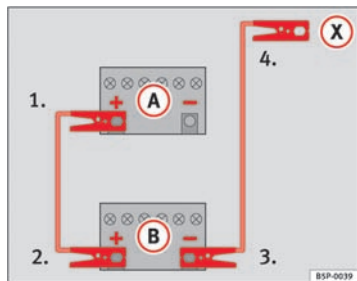

Fig. 247 Schéma de branchement des câbles de démarrage
Sur la \Rightarrow fig. 247, la batterie déchargée est repérée par la lettre **A** et la batterie fournissant le courant par la lettre **B**.
1. Raccordez une extrémité du câble de démarrage rouge à la borne positive \Rightarrow fig. 247 \oplus du véhicule dont la batterie est déchargée \Rightarrow \triangle .